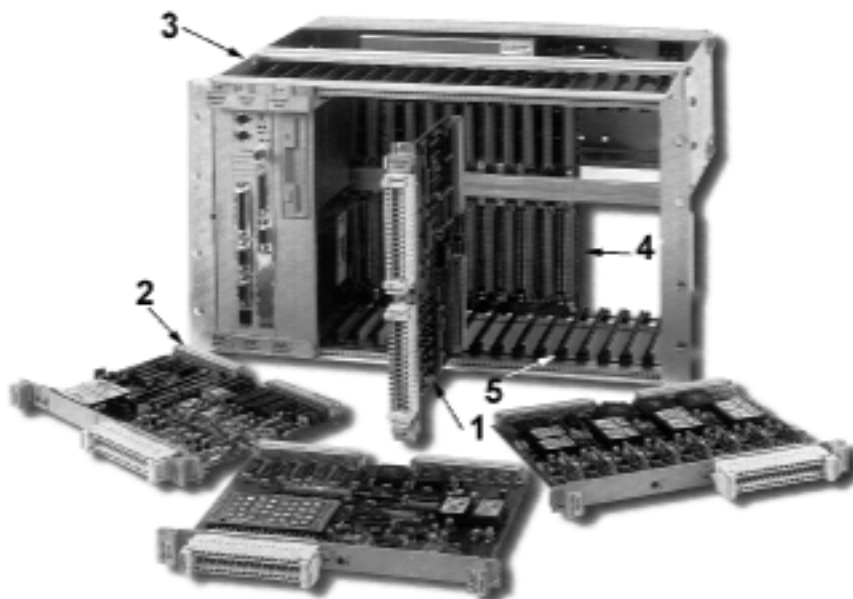

Abbildung 1.45 Systemaufbau mit „passiver“ Rückverdrahtungs-Leiterplatte (Backplane)
Um zwei Vorteile zu vereinen: geringe Herstellungskosten und freizügige Erweiterbarkeit. Eine einzelne größere Leiterplatte, die alle Bauelemente eines elektronischen Gerätes enthält, ist offensichtlich billiger als eine Vielzahl kleinerer Leiterplatten, die untereinander verbunden und mit mehr oder weniger Aufwand befestigt werden müssen. Besteht ein Gerät oder System aus sehr vielen Bauelementen bzw. sind Sonderanforderungen (freizügige Erweiterbarkeit, Austausch von Funktionseinheiten während des Betriebs usw.) zu erfüllen, so wählt man eine recht aufwendige Bauweise: Die gesamte Elektronik wird auf Steckkarten untergebracht. Die Baugruppen, die die Steckkarten aufnehmen, enthalten nur die entsprechenden Steckverbinder und die elektrischen Verbindungen zwischen ihnen (die *Rückverdrahtung*), aber keinen einzigen Schaltkreis (die Rückverdrahtungs-Baugruppe wird deshalb „passiv“ genannt). Diese Steckkarten-Aufnahmen (Card Cages) sind zumeist als Einbaurahmen mit rückwärtigen Steckverbindern ausgeführt. Sie haben für jede Steckposition Gleitschienen, die die betreffende Steckkarte führen und in ihrer Lage halten. In modernen Systemen ist auch die Rückverdrahtung als Leiterplatte ausgebildet (Backplane). Als es möglich wurde, komplette Funktionseinheiten auf jeweils einer einzelnen Steckkarte unterzubringen, ist man dazu übergegangen, die Rückverdrahtung als Bus auszulegen. Als Beispiele aus der Entwicklungsgeschichte seien genannt: der Unibus der PDP-Computer von Digital Equipment (DEC), Multibus I und Multibus II (Intel), der VME-Bus und der Futurebus. Ein modernes Beispiel: CompactPCI (Abbildung 1.45).
Ein weiterer wichtiger Vorteil der großen Leiterplatte (Motherboard-Bauweise): Steckverbinder sind Schnittstellen, die den Entwickler dazu zwingen, Vorgaben (Standards) einzuhalten; auf einer einzigen Leiterplatte hat er hingegen weitgehende Narrenfreiheit. Zudem sind Steckverbinder aus Sicht der Elektrotechnik „Störstellen“, die - kurz gesagt - bremsend wirken. Mit anderen Worten: einen ausschließlich zwischen Schaltkreisen auf einer Leiterplatte geführten Signalweg kann man mit höheren Datenraten betreiben als einen an Slots geführten Bus. Infolge der typischen Bauweise können somit Motherboard-Hersteller das Leistungsvermögen moderner Schaltkreise viel schneller zum Massenmarkt „durchreichen“ als dies möglich wäre, hätte sich eine konservative Bauweise ähnlich Abbildung 1.45 als Industriestandard durchgesetzt (Beispiele: (1) die Erhöhung der Taktfrequenz des Prozessor-Interfaces von 66 MHz auf 100 MHz und weit mehr, (2) das AGP-Interface, (3) moderne Arbeitsspeicher-Interfaces (Direct Rambus, DDR-SDRAM). Es ist deshalb damit zu rechnen, daß auch in der nächsten Zukunft diese Bauweise vorherrschend bleiben wird, allerdings bei Modernisierung der Bauformen bzw. Formfaktoren.